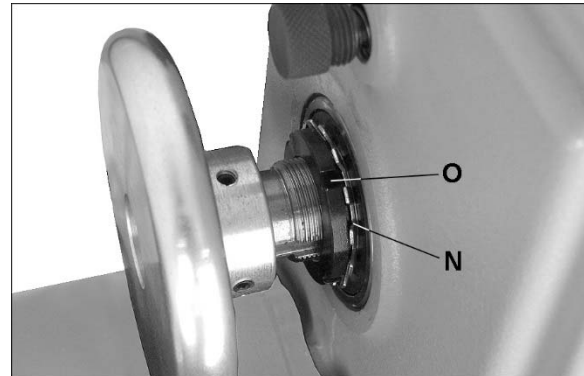

Figura 8-12: corrección del juego del husillo
5. Afloje y quite la tuerca de traba del cojinete y arandela de traba con pestañas (vea O/N, Figura 8-12).
- Instale la arandela de traba con pestañas y la tuerca de traba del cojinete (N/O, Figura 8-12). Compruebe el juego del husillo en este momento (vea la sección 8.13).
- Use un destornillador para doblar con cuidado hacia atrás cualquier pestaña en la arandela de traba con pestañas (N, Figura 8-12) que interfiere con los insertos en la tuerca de traba del cojinete (O, Figura 8-12).
- Coloque el extremo de un destornillador de cabeza plana contra uno de los insertos de la tuerca de traba del cojinete (O, Figura 8-12).
- Golpee el mango del destornillador con una maza, de modo que gire la tuerca de traba de cojinete (O, Figura 8-12) de forma más apretada en un sentido hacia la derecha. Gire la tuerca de traba del cojinete solamente unos 1/16" cada vez.
- Después de haber ajustado debidamente la tuerca de traba del cojinete (O, Figura 8-12), doble hacia atrás *con cuidado* en posición cualquier pestaña en la arandela de traba con pestañas (N, Figura 8-12).